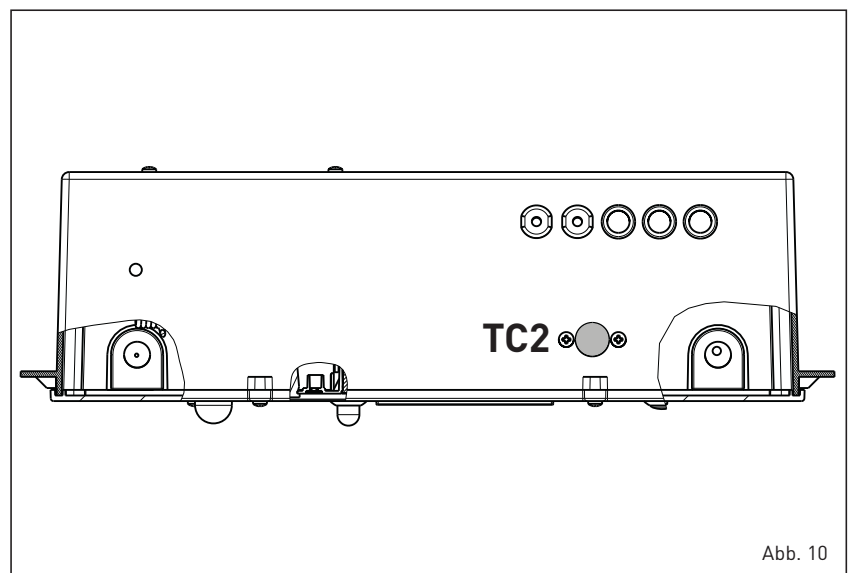

Abb. 10
3.2.6 Thermostat zweite Modulationsstufe (Abb. 10)